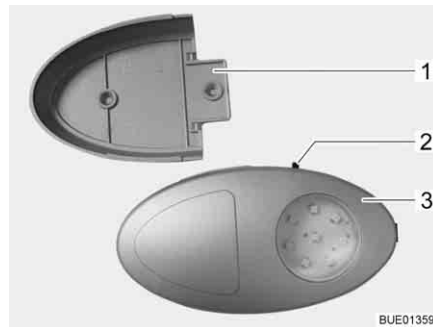

Bild 79 Kleiderschrankleuchte
- ▷ Die Kleiderschrankleuchte kann aus der verschraubten Halterung (Bild 79,1) herausgezogen und als Taschenlampe verwendet werden.
Der Ein-/Ausschalter (Bild 79,2) ist direkt an der Kleiderschrankleuchte (Bild 79,3) angebracht.